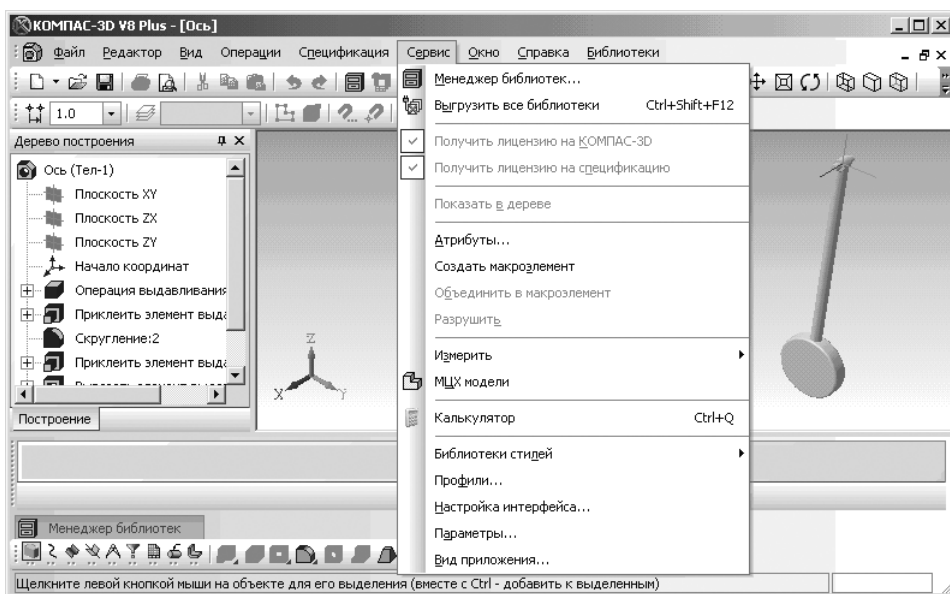

Рис. 1.30. Главное окно системы КОМПАС с выпадающим меню пункта **Сервис** главного меню
- щелкните в главном меню системы КОМПАС по пункту **Сервис**. Появится выпадающее меню, см. рис. 1.30;
Значение $\beta = 0,3$ рекомендуется для расчета гасителей транспортных средств (при этом считается, что для затухания требуются три колебания (см. рис. 1.30)).